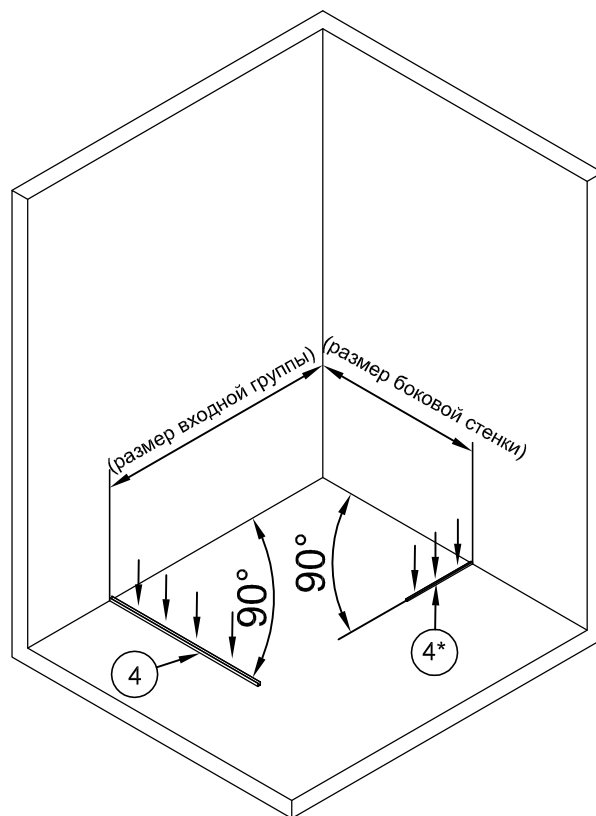

Рис.1
Приставьте профили №4 и №4* до нужных стен под прямыми углами (рис. 1).
1.2. Карандашом или фломастером провести разметку мест сверления отверстий под дюбели, используя отверстия в профилях №4 и №4* для их крепления к полу (рис. 1).